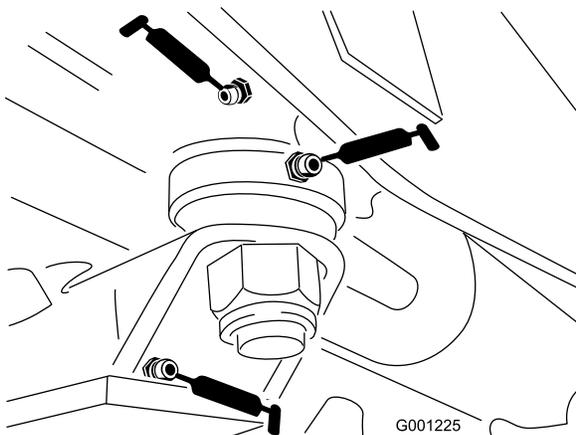

図 43
- ・ ステアリングプレートのブッシュ (図 43)
- ・ アクスルピンのプッシュ (図 43)